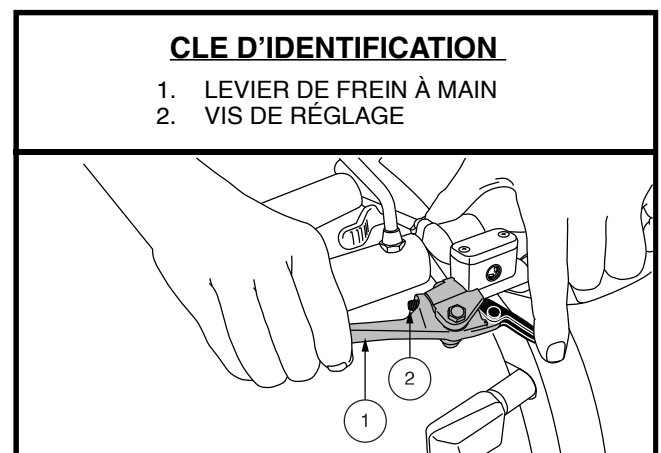

Figure 2. Levier de frein à main
NOTE: L'efficacité du frein à main, c'est-à-dire la rapidité avec laquelle la pression sur le levier de frein à main arrêtera votre véhicule, peut être modifiée en serrant ou en desserrant la vis de réglage située sur le levier de frein à main. Voir figure 2
1. Trouvez les leviers sur la section arrière de la véhicule. Voir la figure 2.